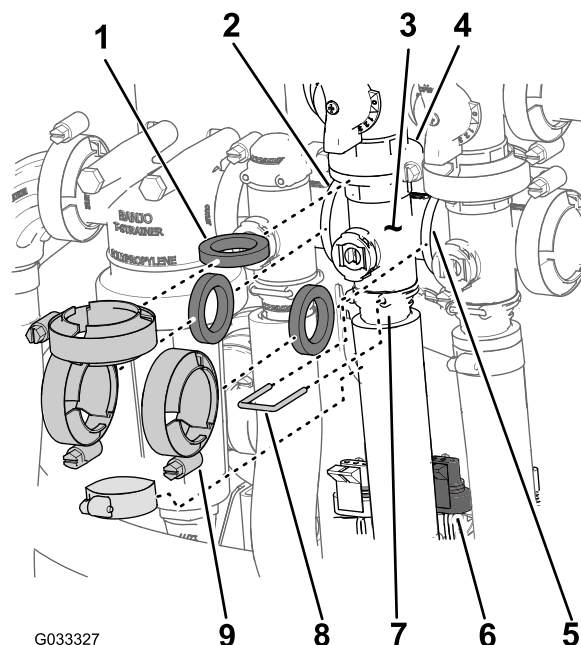

Рисунок 64
1. Снимите хомуты и прокладки, которые крепят коллектор клапана перемешивания (Рисунок 64) к перепускному клапану перемешивания, клапану управления нормой внесения, главному клапану секций и переходному штуцеру (дрессельный клапан перемешивания).
2. Снимите держатель, который крепит выпускной штуцер к коллектору клапана управления интенсивностью опрыскивания (Рисунок 64).